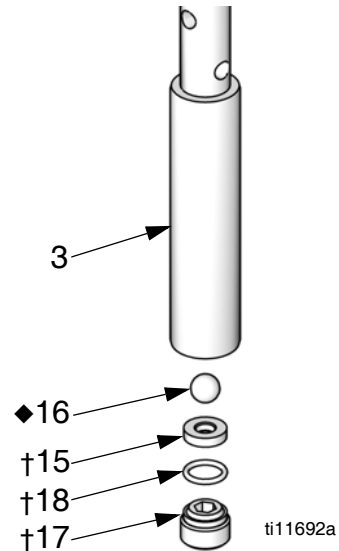

FIG. 5. Vuelva a colocar la bola del pistón y el asiento.
13. Extraiga la junta tórica (18†), el asiento (15†) y la bola (16◆). Consulte la FIG. 5.